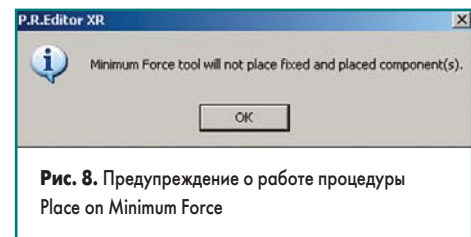

Рис. 8. Предупреждение о работе процедуры Place on Minimum Force
3. Не сбрасывая выделения, выполним команду меню Placement/Place on Minimum Force (рис. 8) или нажмем кнопку  на панели инструментов.